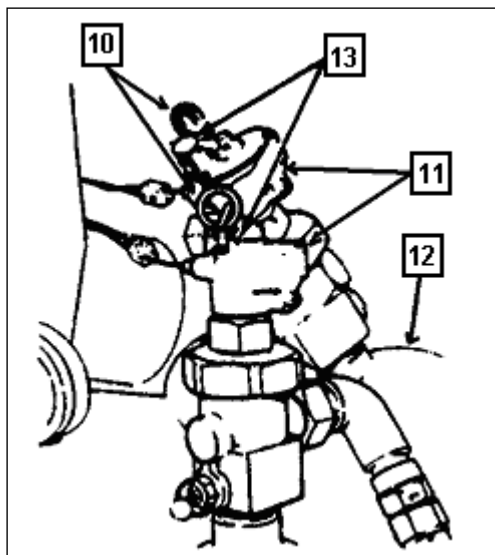

Fig 8-68. Parte superior dos extintores de incêndio
c. 3ª ação imediata - Acionar o extintor de incêndio fixo usando a válvula dos extintores. (Fig 8-68)
(1) Este procedimento é realizado caso o sistema de combate não puder ser ativado usando o controle do extintor fixo (FIRE-PULL HARD) no compartimento do Motr.
(2) Avisar o Cmt CC da necessidade de se ativar o sistema utilizando o controle das válvulas.
(3) Puxar os dois pinos de segurança (10) das válvulas (11) no topo dos extintores (12).
(4) Girar a alavanca (13) das válvulas no sentido horário até o máximo.